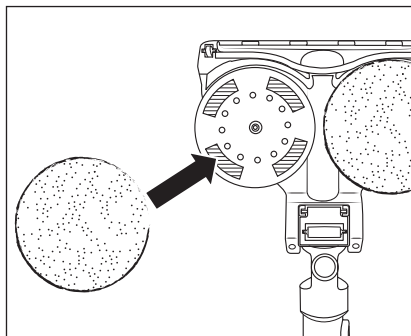

Fig. 17
- ◆ Para montar una almohadilla para fregar ❸❹ en el accesorio para fregar ❸❶, colóquela centrada sobre uno de los dos platos giratorios de la parte inferior del accesorio para fregar ❸❶ (consulte la fig. 17). A continuación, presiónela firmemente sobre las tiras de velcro del plato giratorio.